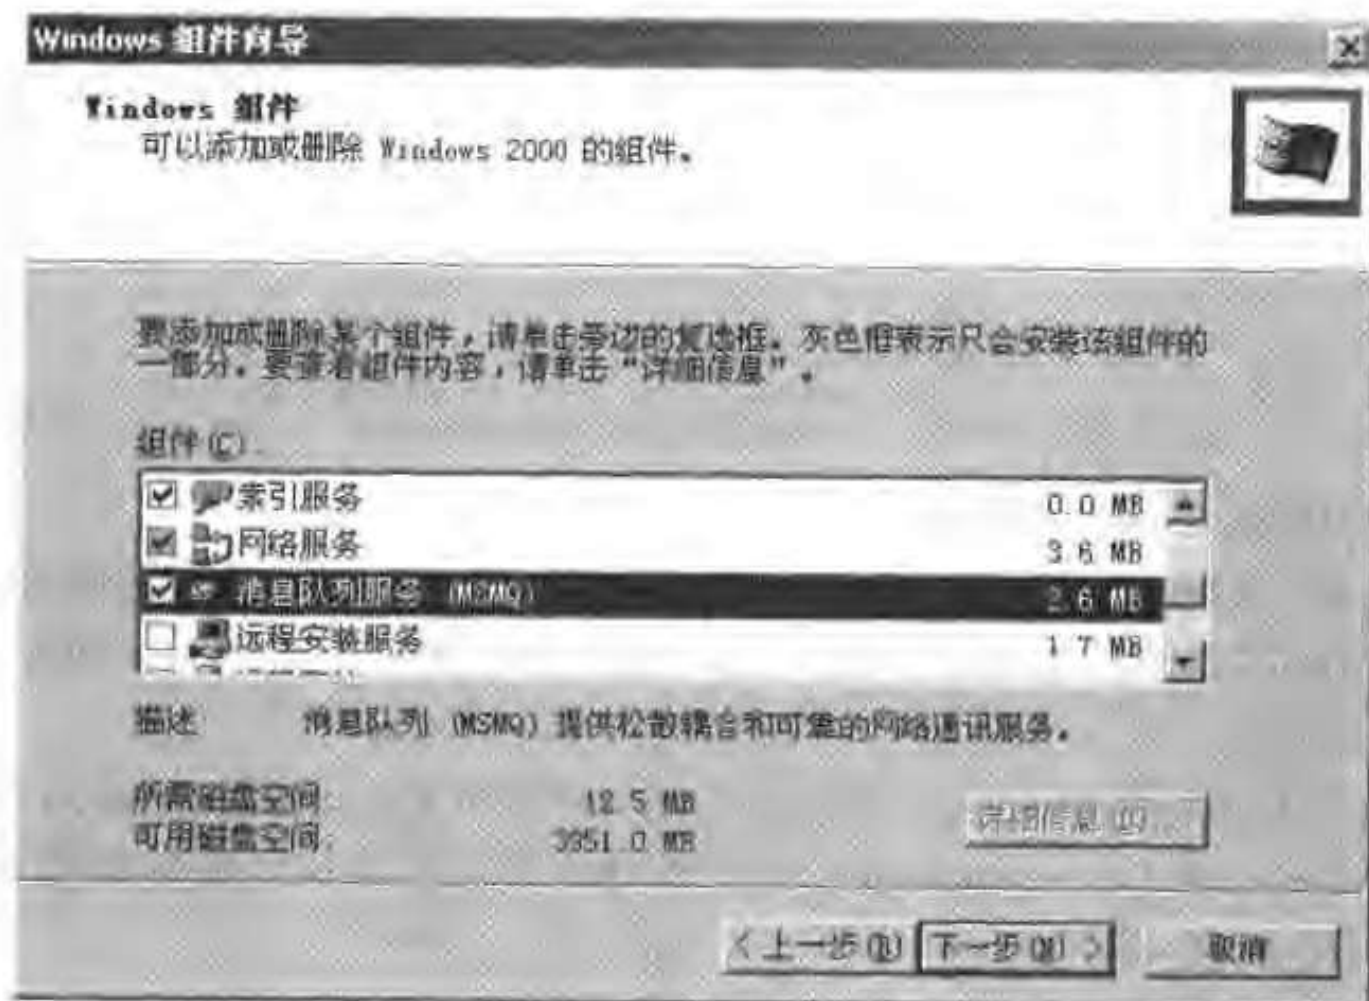

图 2-1 Windows 2000 选择安装消息队列服务
- 在“添加/删除程序”对话框中,单击左边菜单条中的“添加/删除 Windows 组件”按钮,打开“Windows 组件向导”对话框,如图 2-1 所示。